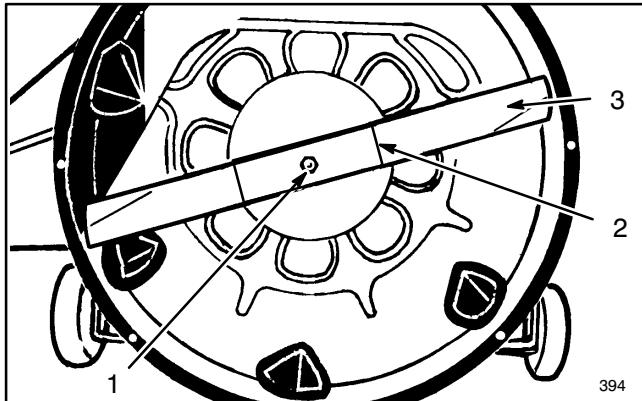

Figure 20
- Saisir l'extrémité de la lame à l'aide d'un chiffon ou d'un gant épais. Puis enlever le boulon de la lame, la rondelle et la lame (Fig. 20).
- Remettre l'un après l'autre, la lame, le raidisseur, la rondelle et le boulon de la lame (Fig. 20). Appuyer le côté concave de la rondelle incurvée contre la lame. Serrer le boulon à 61-81 Nm.